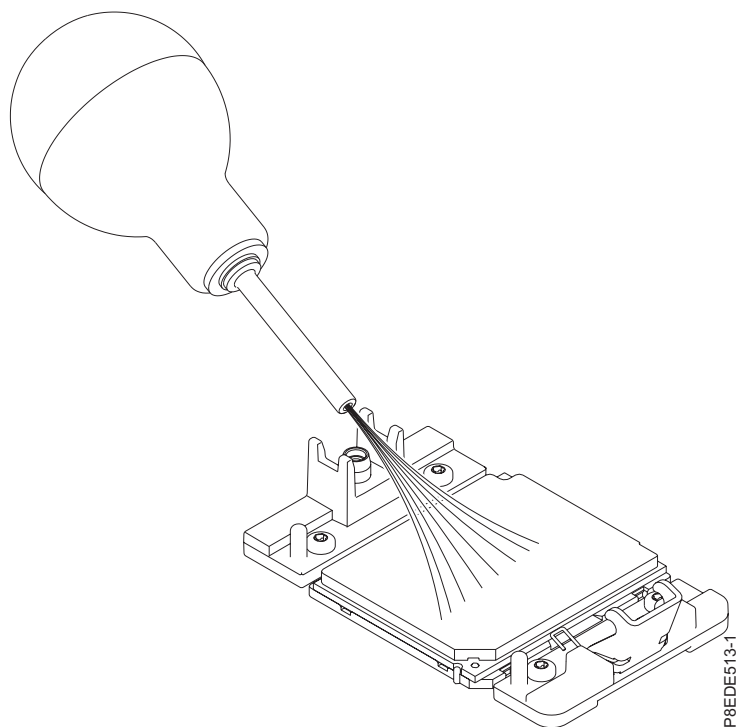

Figura 4. Removendo poeira e resíduos da área do módulo de processador do sistema
- a. Se houver poeira ou resíduos, use a bomba de ar fornecida (número de peça 45D2645) para limpar a área do módulo de processador do sistema. Se sua bomba de ar não estiver montada conforme mostrado no Figura 4 na página 7, prenda a ponta no bulbo. Solte pequenas rajadas de ar do centro para os lados do módulo de processador do sistema, conforme mostrado na Figura 4 na página 7.